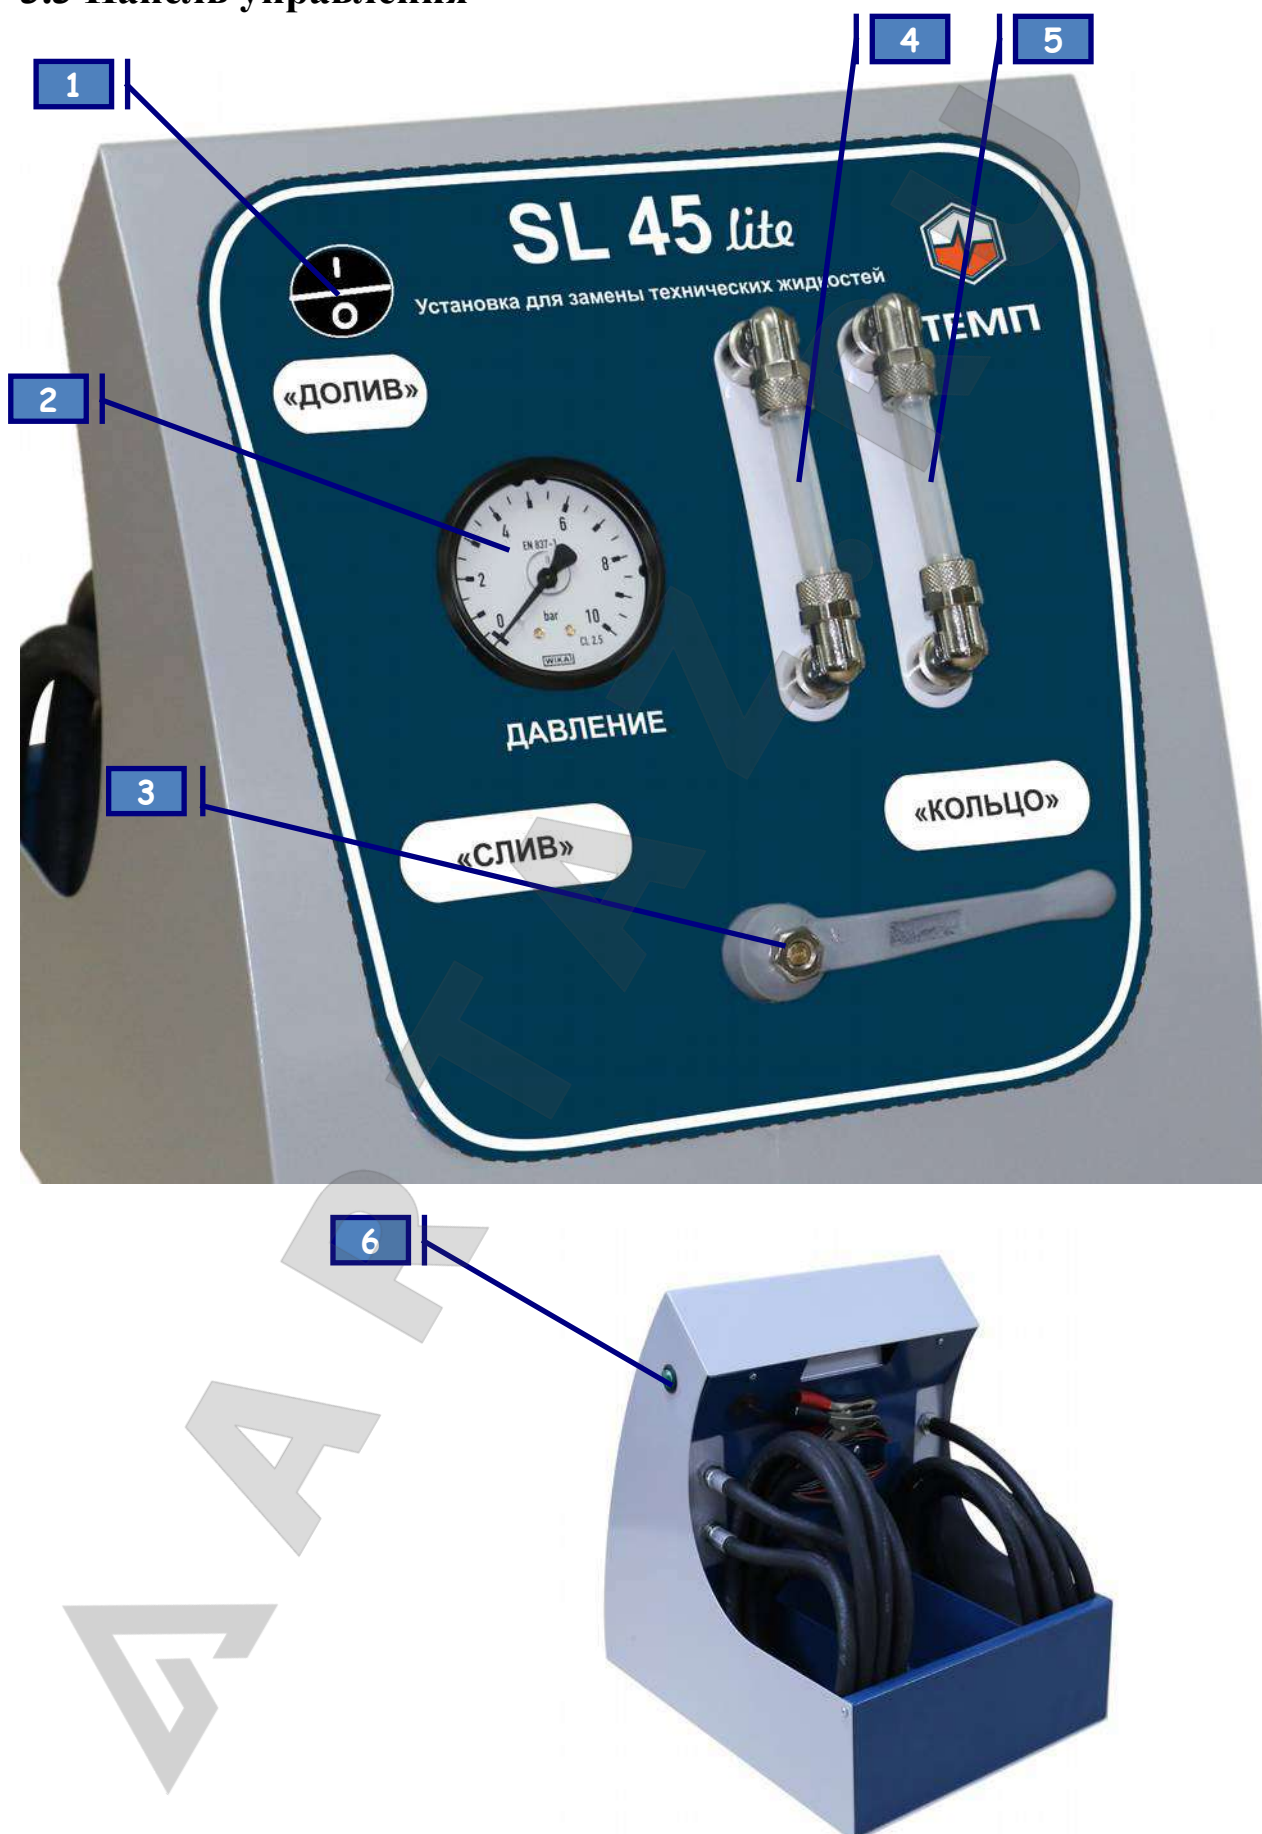

Рис. 2
12. Проследить за изменением цвета жидкости в индикаторе **Канал 1, Канал 2** (пп. 9, 10 рис.2). Когда жидкость в индикаторе потока станет прозрачной процесс замены завершен.
14. Остановить процесс замены, если вы считаете что качество жидкости в системе трансмиссии нормальное, можно одновременно переведя ручку распределителя в режим «КОЛЬЦО» и выключить тумблер «ДОЛИВ» (п.5 рис.2):